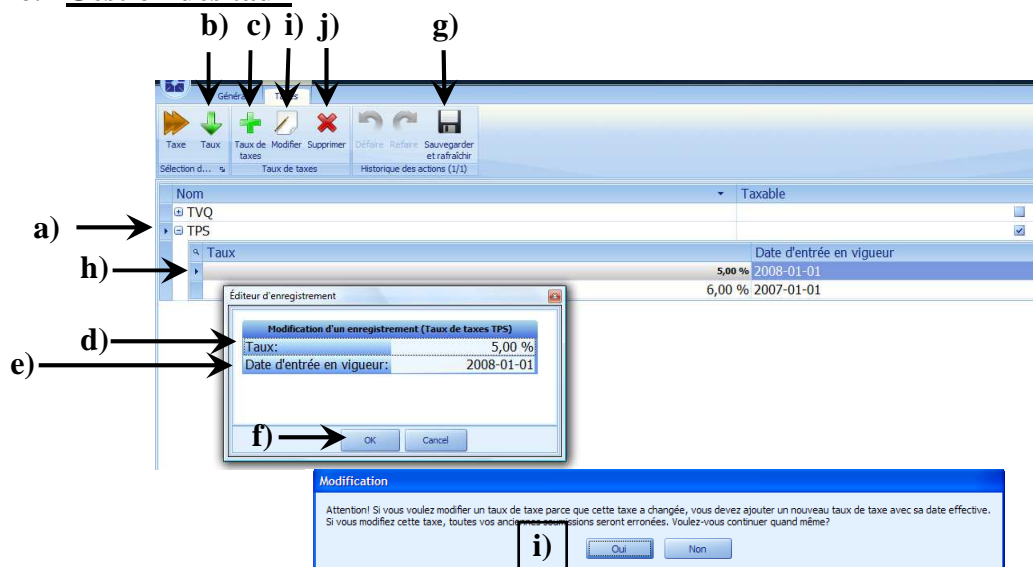

Figure 6.2. : Enregistrement de taux
6.2.1 Ajouter un taux (Figure 6.2.)
6.2.2 Modifier un taux (Figure 6.2.)
6.2.3 Supprimer un taux (Figure 6.2.)